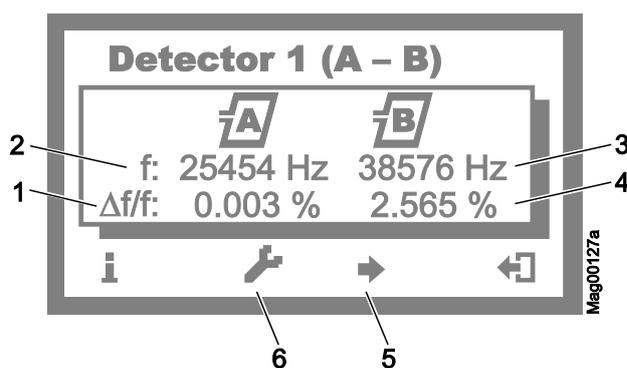

Рис. 55: Пример «Окно меню «Detector 1 (A-B) (Детектор 1 (A-B))»
3. Нажимать на левую кнопку управления до тех пор, пока на дисплее снова не появится меню «Detector 1 (A-B) (Детектор 1 (A-B))». → См. стр. 172, Рис. 55.